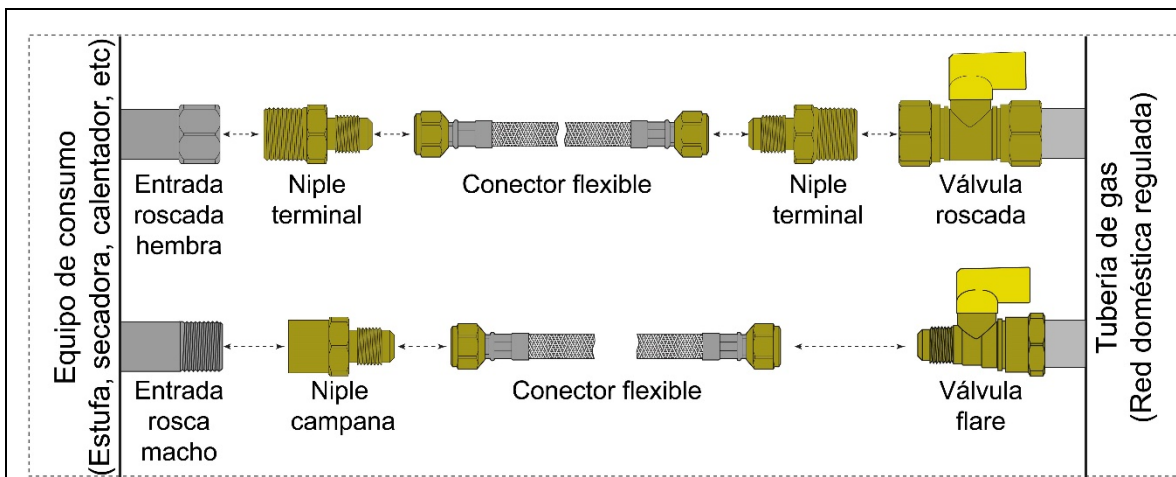

Figura 4. Ejemplo de conexiones de conector flexible.
1.2.1.6 No ensamble el conector flexible directamente a la tubería de suministro, utilice siempre una llave de control apropiada para la instalación. Así como las conexiones de latón requeridas para conectarse al equipo de consumo. (Ver figura 4)